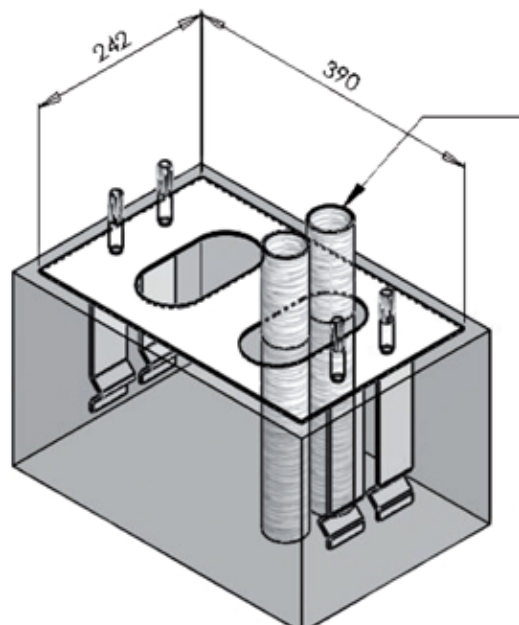

fig.4
- Respecter les mesures d'encombrement, réaliser une solide embase en béton et fixer la plaque de base au sol en utilisant les pattes et les vis de fixation et la noyer dans du béton (fig.4).